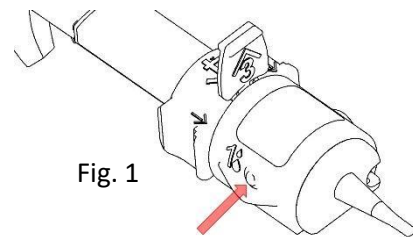

Fig. 1
4. Fig. 1) ein und behalten Sie einen leichten Druck auf die Kanülenspitze bei. Injizieren Sie das dispersive viskoelastische Material (vorzugsweise HPMC) durch die Öffnung. Sobald sich die beiden Strömungen (Tropfen) der viskoelastischen Lösung oben auf der Linse treffen und zusammenfließen, ist eine ausreichende Menge eingefüllt worden.
5. Lassen Sie das Injektorsystem mit der eingefüllten viskoelastischen Flüssigkeit drei (3) Minuten in horizontaler Position (roter Stopper zeigt nach oben) stehen.